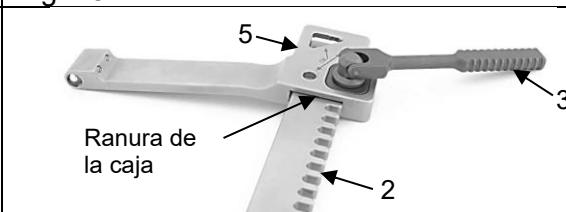

Fig. 16
Introduzca la barra dentada (2) en la ranura de la caja (5) hasta que el piñón de la palanca de accionamiento (3) engrane en la barra dentada (2) (fig. 16).